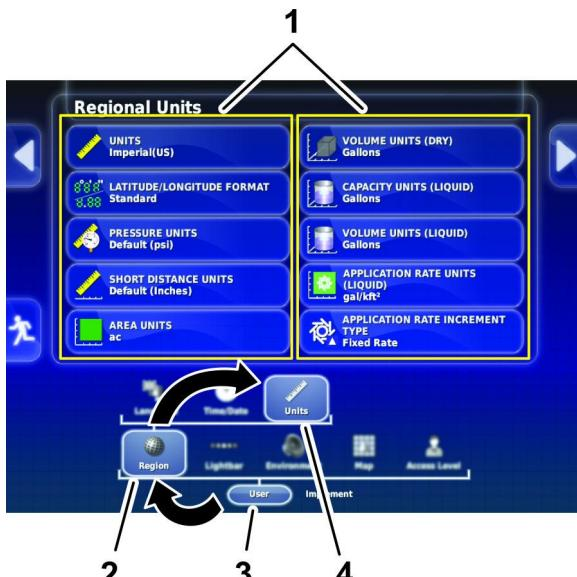

图 20
- 按用户图标图 20。
- 按地区图标图 20。
- 按单位图标图 20。